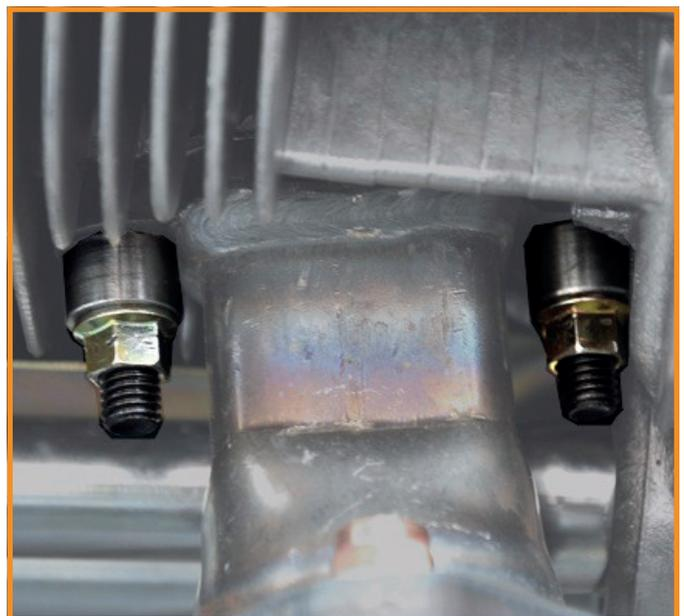

Fig. 4
- Bei Zylinderköpfen Bj. 79- (eckiger Flansch) müssen pro Rohrstützen die beigelegten Distanzstücke Ø 15x10 aufgesteckt werden, bevor Sie mit Hilfe der Muttern die Flansche endgültig sichern. (Fig. 4)